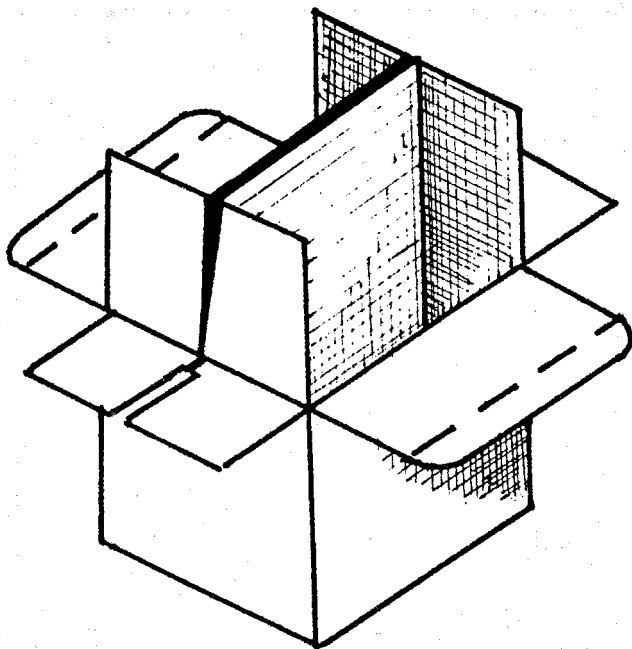

Рис. 6. Схема установки полки в корпус
3. Вложить полку в корпус с обратной стороны до упора — рис. 6.